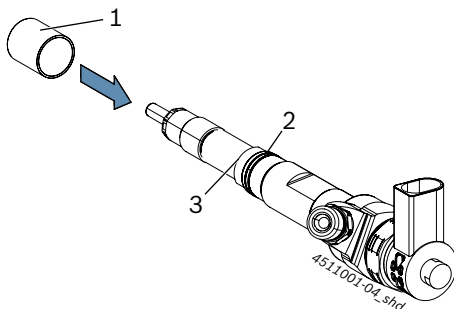

Рис. 4: Сдвигание адаптерной втулки по CRI
3. Если необходимо использование адаптерной втулки, сдвиньте соответствующую адаптерную втулку (Рис. 4, поз. 1) до упора (Рис. 4, поз. 3) по CRI.
- На следующих этапах убедитесь в том, что адаптерная втулка остается в положении упора (Рис. 4, поз. 3) форсунки CRI и не соскальзывает вниз.